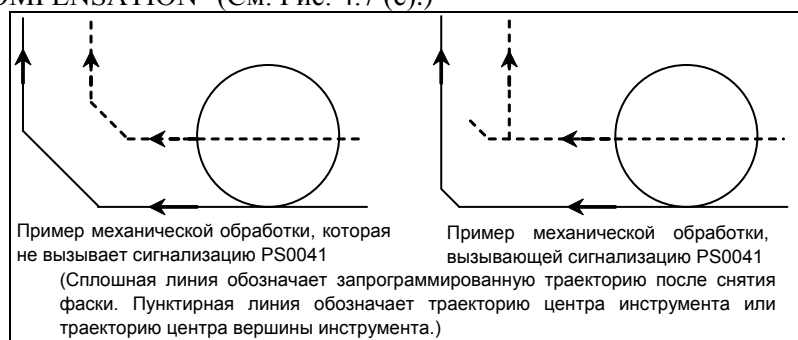

Рис. 4.7 (c) Пример обработки, вызывающей сигнал тревоги PS0041
1. Если величина внутреннего снятия фаски или скругления углов R слишком мала в сравнении с величиной коррекции и резки, выдается сигнал тревоги PS0041, "INTERFERENCE IN CUTTER COMPENSATION" (См. Рис. 4.7 (c).)